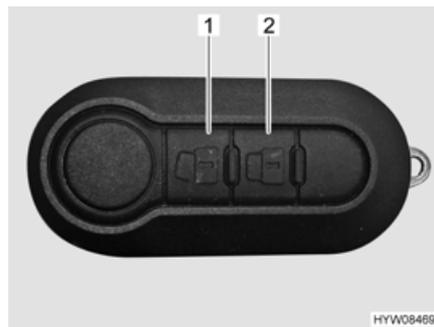

Fig. 58 Mando a distancia del cierre centralizado (2 teclas)
- Pulsar la tecla  (Fig. 58,1) una vez brevemente. Las cerraduras de las puertas estarán desbloqueadas.
- Pulsar la tecla  (Fig. 58,2) una vez brevemente. Las cerraduras de las puertas estarán bloqueadas.